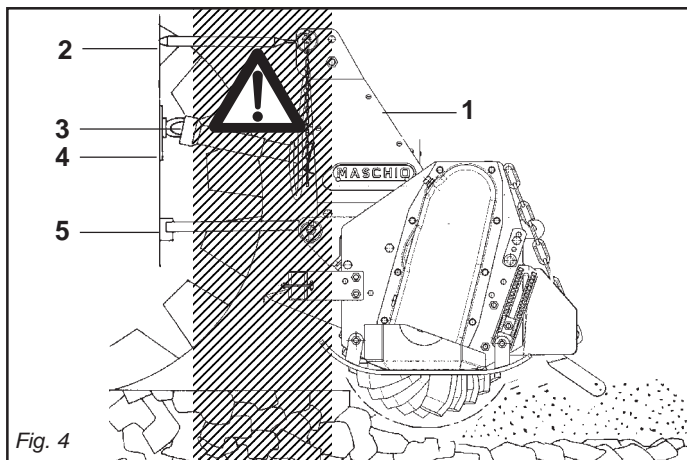

Fig. 4
- 25) *It is absolutely forbidden to stand between the tractor and the machine (Fig. 4) when the engine is running and the cardan shaft is engaged without having first engaged the hand brake.*
- 25) Il est absolument interdit de se mettre entre le tracteur et l'appareil (Fig. 4) quand le moteur est en marche et le cardan enclenché, sans avoir tiré le frein de stationnement.
- 25) *Es ist absolut verboten, bei laufendem Motor und eingeschalteter Gelenkwelle zwischen den Schlepper und das Gerät zu treten (Abb. 4). Dazu muß die Feststellbremse gezogen werden. Achten Sie bei der Arbeit mit der Maschine auf den nötigen Sicherheitsabstand aufgrund der Auswurfgefahr stumpfer Gegenstände.*
- 25) Está terminantemente prohibido colocarse entre el tractor y el equipo (Fig. 4) con motor encendido y cardán inserido, o sin haber accionado el freno de estacionamiento. Manténgase a una distancia de seguridad de la máquina durante el trabajo, porque puede proyectar objetos.
- 29) È assolutamente vietato interporre fra il trattore e l'attacco della macchina per manovrare il comando dall'esterno per il sollevamento (Fig. 4).
- 29) *It is absolutely forbidden to stand between the tractor and the implement when manoeuvring the lift control from the outside (Fig. 4).*
- 29) Il est absolument interdit de se mettre entre le tracteur et l'attelage pour manoeuvrer la commande de relevage de l'extérieur (Fig. 4).
- 29) *Es ist absolut verboten, zwischen den Schlepper und den Anschluß zu treten, um die Aushebung von außen zu betätigen (Abb. 4).*
- 29) Está absolutamente prohibido colocarse entre el tractor y el enganche para maniobrar el mando desde el externo en la fase de elevación (Fig. 4).